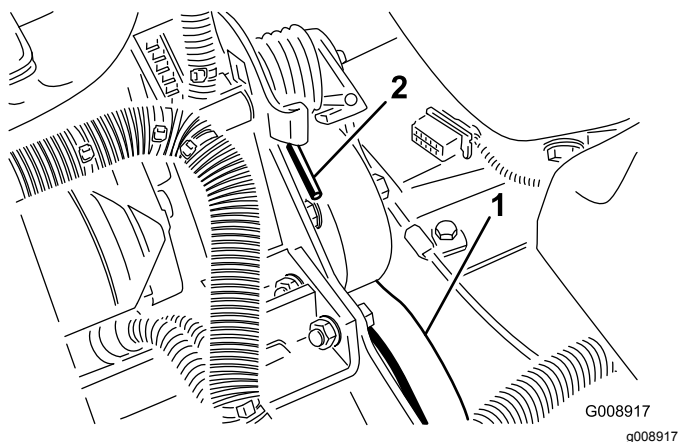

Рисунок 71
2. Нажмите вниз и вперед на конец пружины (Рисунок 71), чтобы вывести ее из зацепления с кронштейном и снять натяжение пружины.